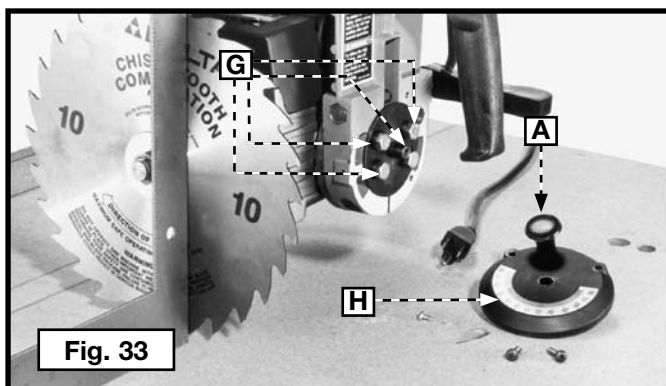

Fig. 33
- Desserrer les quatre vis hexagonales (G) Figure 33. Incliner le moteur jusqu'à ce que la lame soit de niveau avec l'équerre. Serrer les quatre vis hexagonales (G).
- Attacher la bride d'axe interne (épaisse) (A) Figure 33 à l'axe avec le côté enfoncé de la bride (A) orienté vers l'extérieur.